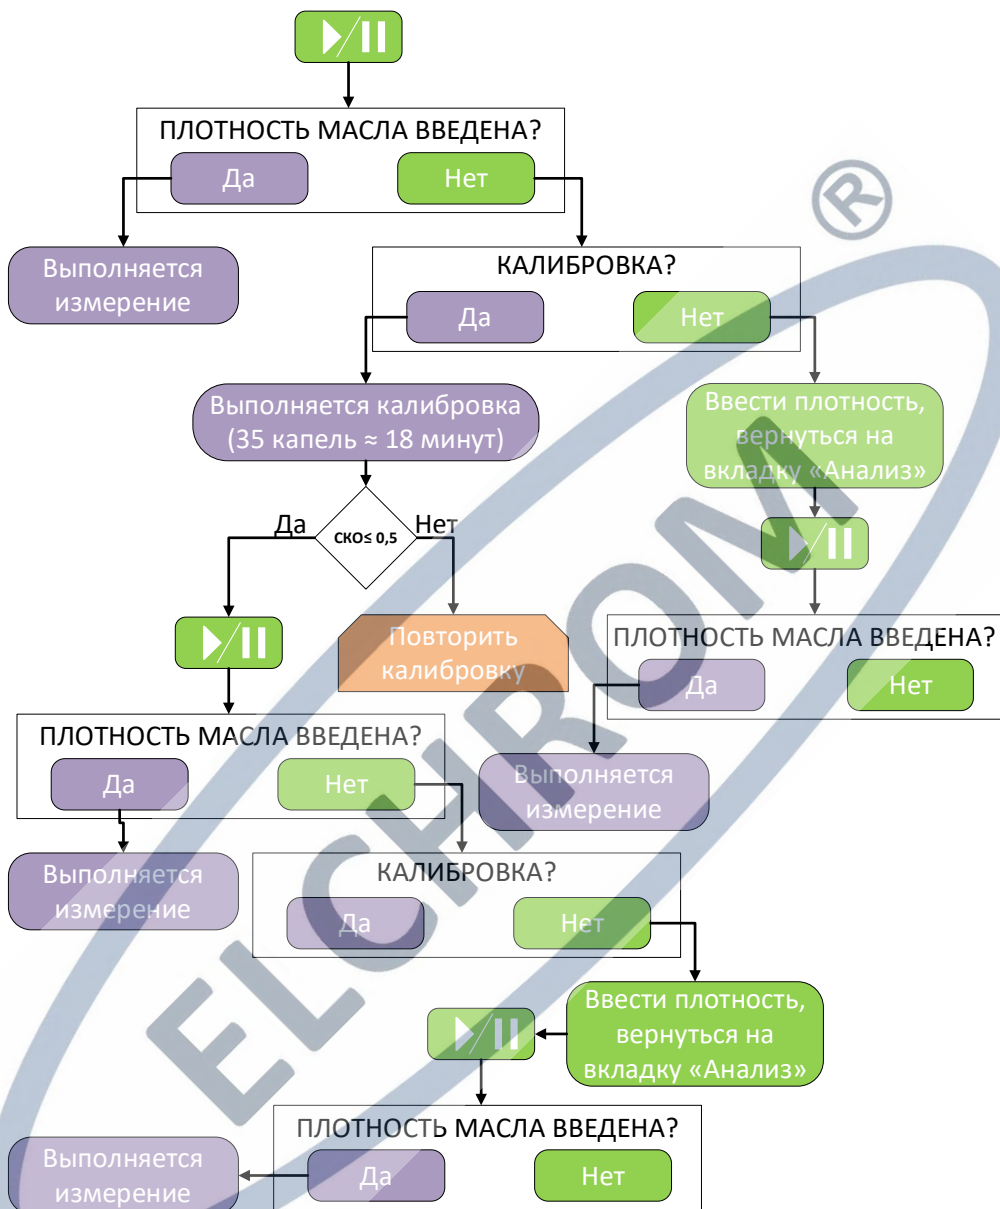

Рис. 10. Блок-схема управления прибором на экранном меню
7.6.1 После заполнения данных на вкладках «Проба» и «Настройки» на экранном меню следует перейти во вкладку «Анализ» и нажать кнопку «Старт/Пауза» (рис. 10).
7.8.2 Нажать на сенсорном экране кнопку «Старт/пауза» и выбрать требуемые для начала измерений ответы в диалоговом окне «Плотность масла введена?» (рис. 10), а в диалоговом окне «Калибровка» выбрать «Нет» (предполагается, что калибровка уже выполнена).